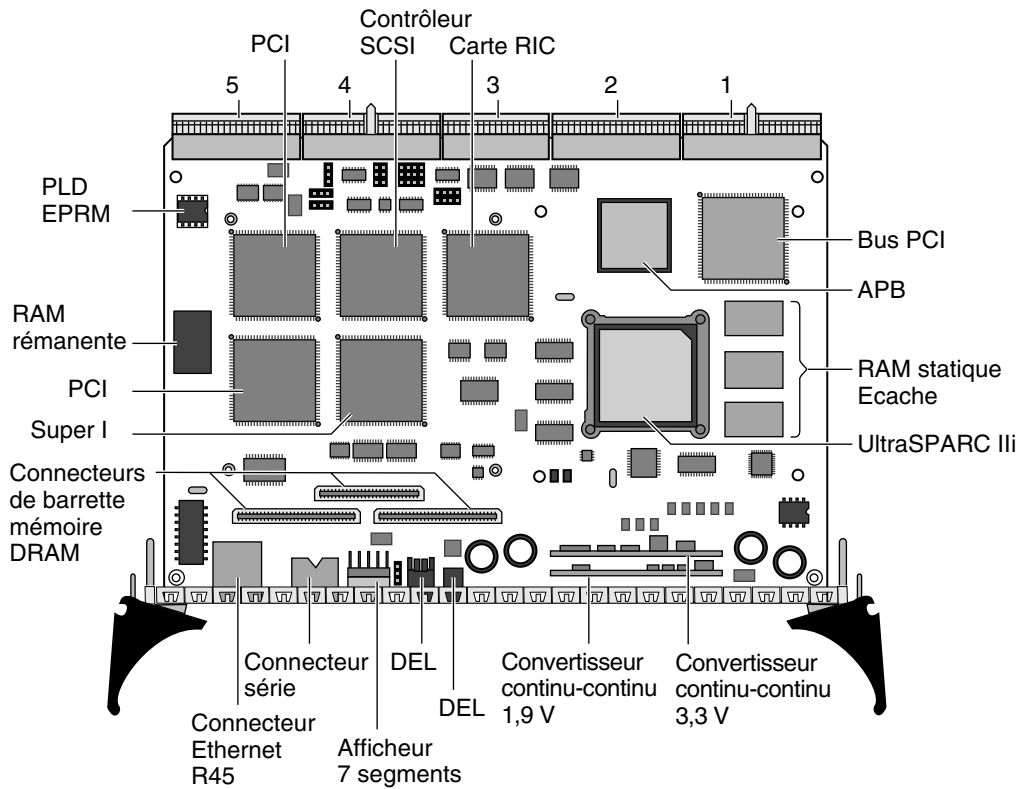
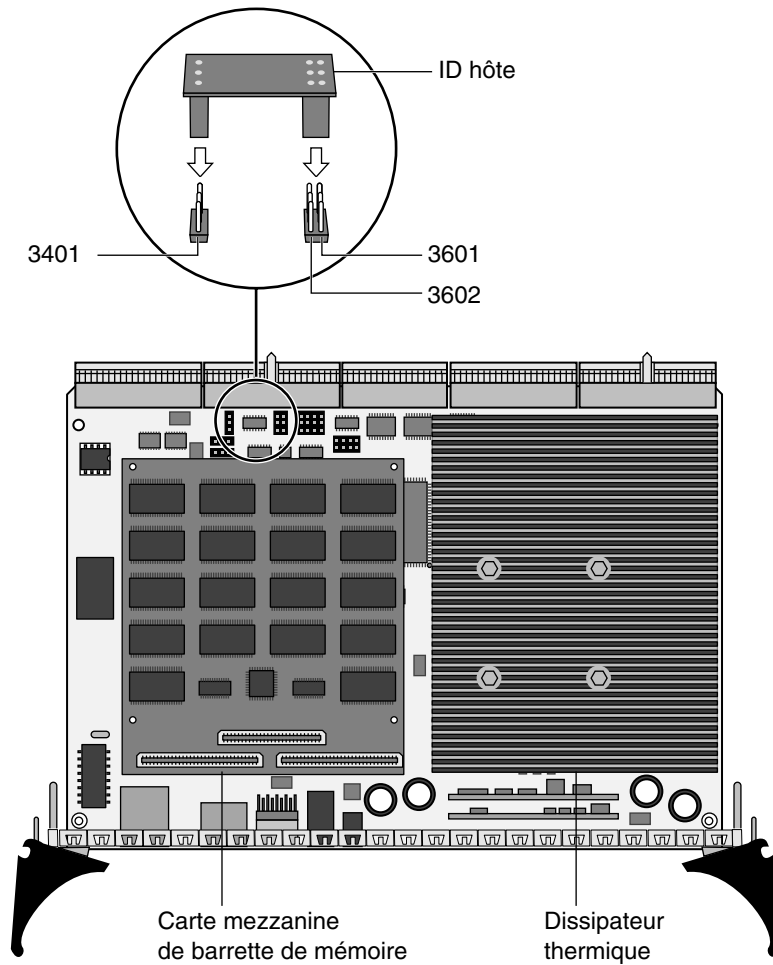

FIGURE 1-22 Carte CPU (sans module de mémoire)
FIGURE 1-23 Carte CPU et composants principaux (avec module de mémoire et dissipateur thermique)
La FIGURE 1-22 et la FIGURE 1-23 illustrent la carte CPU. Les principaux composants de cette carte comprennent :
- Carte module de mémoire (voir la FIGURE 1-23). La carte CPU peut prendre en charge jusqu'à deux cartes module de mémoire. Ces cartes sont disponibles en plusieurs configurations : 64 Mo, 128 Mo, 256 Mo ou 512 Mo.